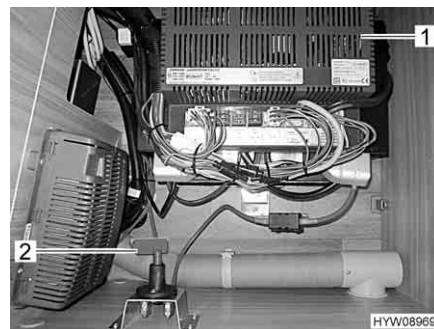

Fig. 9 Interruttore principale per il sistema di manovra, ubicazione
- L'interruttore principale (Fig. 9,2) si trova in uno dei cassoni letto, vicino all'apparecchio per l'alimentazione elettrica (Fig. 9,1).